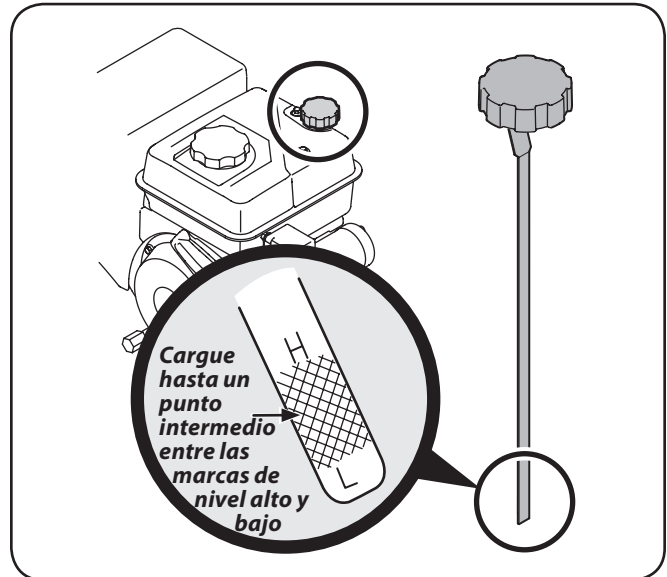

Figura 3-4
2. Agregue aceite lentamente hasta que el registro marque entre nivel alto (H) y bajo (L), Figura 3-4. Consulte la sección Mantenimiento del motor para ver la viscosidad y capacidad de aceite del motor correctas.